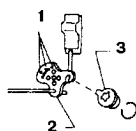

Рис. 11.11 Положение установки коленчатого рычага левой задней двери (См. Раздел 13)
9. Если коленчатый рычаг на задней двери снимался, установите его как показано на Рис. 11.11 (13.9).